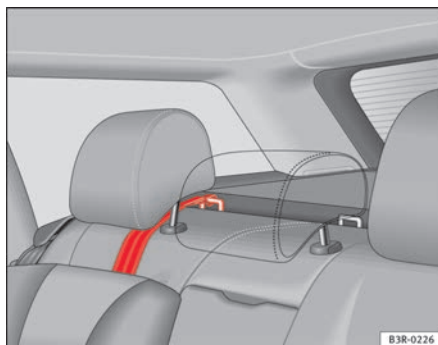

Fig. 35 Cinghia di fissaggio: regolazione corretta e montaggio
- Passare la cinghia di fissaggio del Top Tether sotto il poggiatesta del sedile posteriore ⇒ **fig. 35** (sollevare il poggiatesta se necessario).